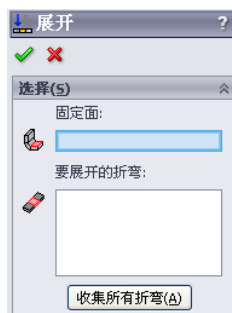

图 9-153 “展开”属性管理器
❶ 选择菜单栏中的“插入”→“钣金”→“展开”命令，或者单击“钣金”工具栏中的“展开”图标, 弹出“展开”属性管理器，如图 9-153 所示。